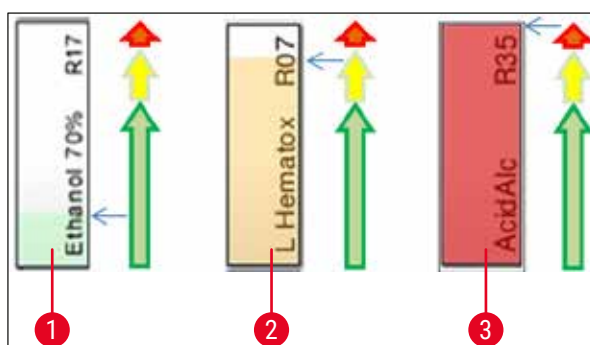

Fig. 72
- En baggrundsfarve (→ "Fig. 72")
- Baggrundsfarven viser forbrugsstatus for reagenset (→ "Fig. 72"). Når reagenset forbruges, stiger farvesøjlen fra bunden til toppen, og farven ændrer sig baseret på forbrugsstatus.